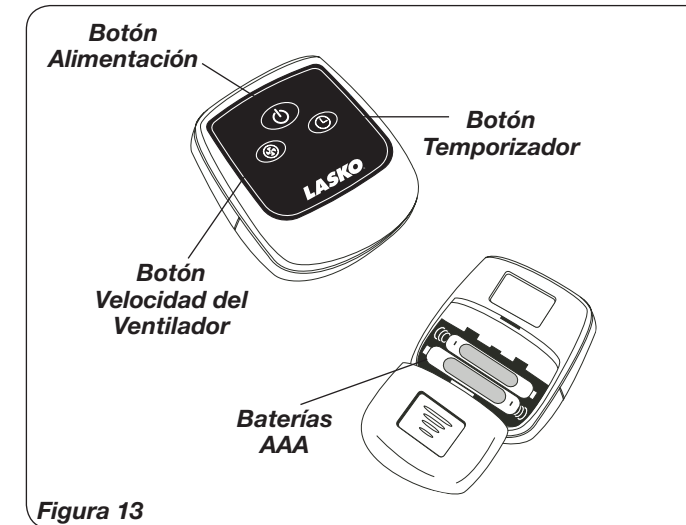
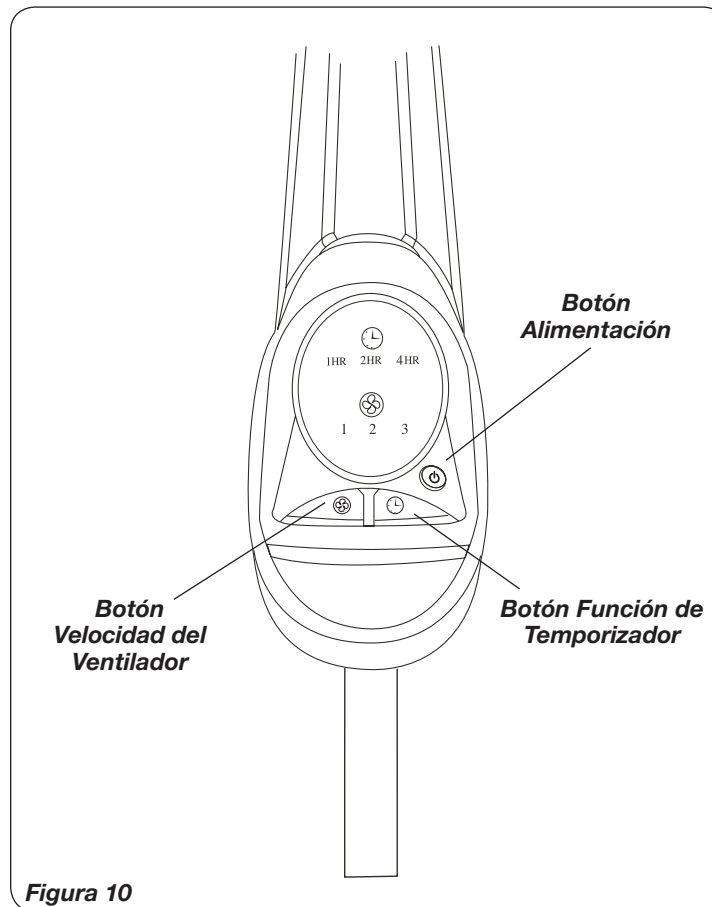

Figura 13
Figura 10
1. Instale la baterías (no suministró) como mostrado en la *Figura 13*. La batería es el tipo "AAA".
Este Ventilador puede hacerse funcionar mediante los Controles Manuales ubicados en la parte superior de la unidad (como se muestra en la **Figura 10**) o con el Control Remoto (se muestra en la **Figura 13**).